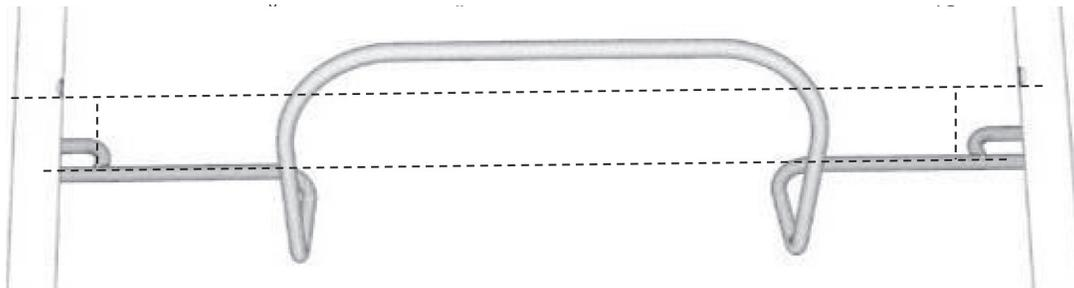

Рис. 13.
- Убедитесь, что кронштейн встал в крепёжные отверстия, как показано на рис. 13.